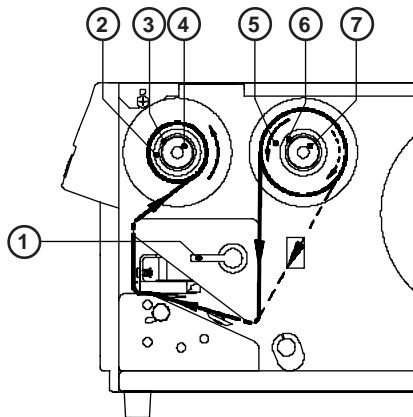

Bild 6b Einlegen des Transferbandes
Beachten Sie die Beschichtungsseite Ihres Transfermaterials. Die Schichtseite muß beim Einlegen auf der dem Druckkopf abgewandten Seite liegen ! Im Bild 6b gilt die durchgezogene Linie für Transferbandrollen mit innenliegender Schichtseite, die gestrichelte Linie für Rollen mit außenliegender Schichtseite.
3. Rändelknopf (7) im Uhrzeigersinn drehen, bis ein spürbarer Widerstand auftritt, und Transferbandrolle (5) dadurch am Abwickler Transfer (6) festklemmen.
4. Papphülse (2) auf den Aufwickler Transfer (3) aufschieben und durch Drehen des Rändelknopfes (4) im Uhrzeigersinn klemmen.
5. Transferband nach Bild 6b einlegen und mit Klebestreifen (z.B. Etikett) an der Papphülse (2) befestigen.
6. Transferbandlauf durch Drehen am Aufwickler (3) glätten und straffen.
7. Hebel (1) entgegen dem Uhrzeigersinn bis zum Anschlag schwenken und Druckkopf dadurch verriegeln.